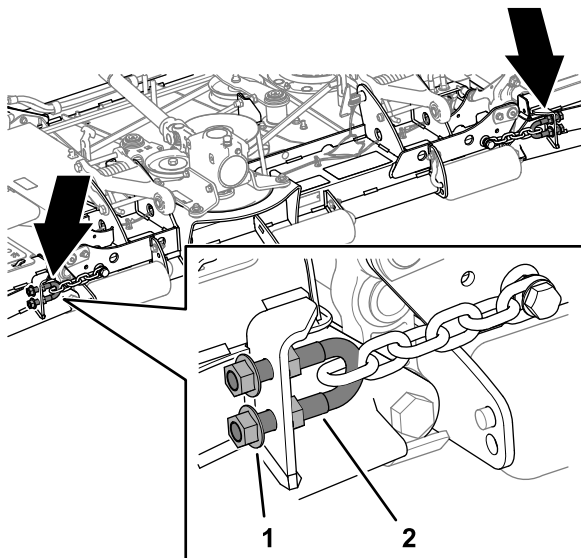

Figura 31
- Na parte frontal da plataforma, desaperte totalmente as porcas flangeadas serradas exteriores que prendem as quatro cavilhas em U (Figura 31).